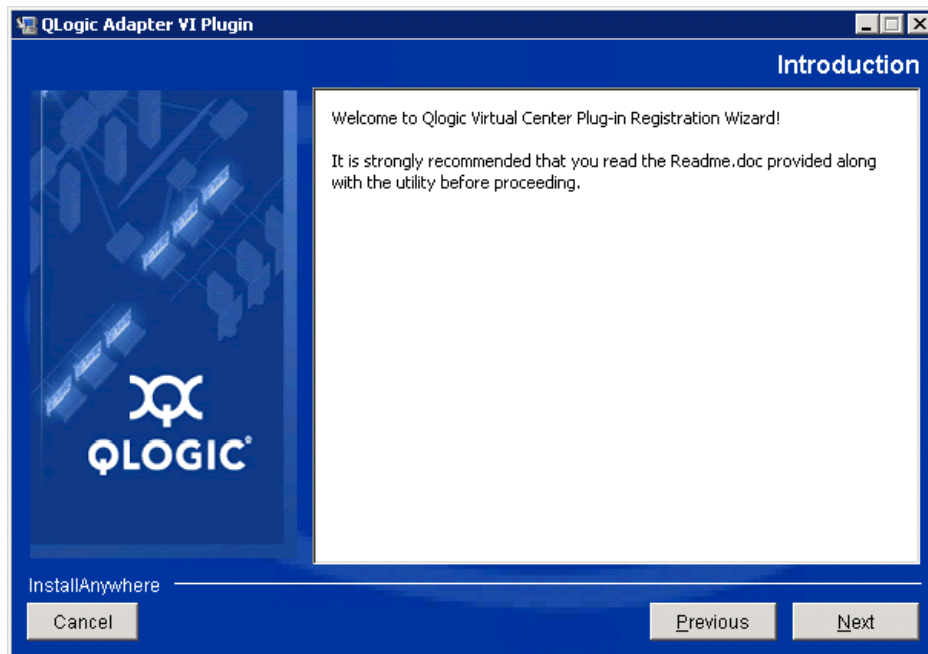

Abbildung 2-10. Registrierungsassistent für das QConvergeConsole-Plug-in für VMware vCenter Server
4. Der Plug-in Registrierungsassistent wird geöffnet, wie in Abbildung 2-10 dargestellt. Klicken Sie auf **Next** (Weiter).